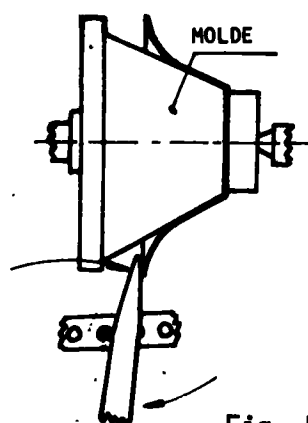

Fig. 5
- a Tome el útil de sostén y separe el borde de la chapa del molde (fig. 5).